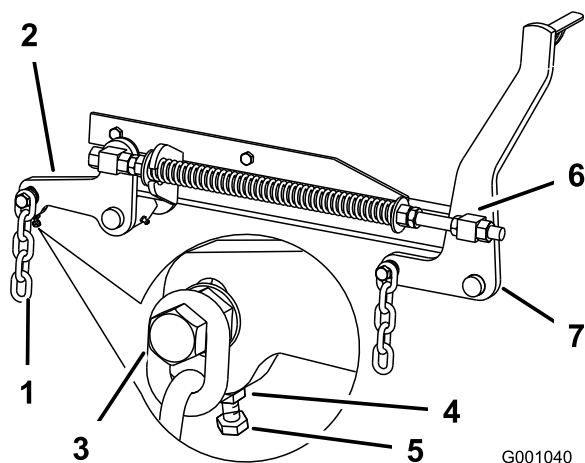

Figura 74
7. Si las medidas realizadas en las posiciones **B** o **C** no son correctas, afloje el perno que fija la cadena trasera al brazo de soporte trasero (Figura 74).
8. Afloje la contratuerca situada debajo del brazo de soporte trasero y ajuste el perno de ajuste hasta obtener una medida de 80 a 83 mm (Figura 74).
7. Afloje las contratuercas de pivote delantero, en la parte delantera de los pivotes derecho e izquierdo, aproximadamente 13 mm (Figura 74).
8. Ajuste las tuercas de elevación en el lado izquierdo y derecho de la máquina hasta obtener 6 a 10 mm menos en la parte delantera en **A** que en la parte trasera, en **B** (Figura 74).